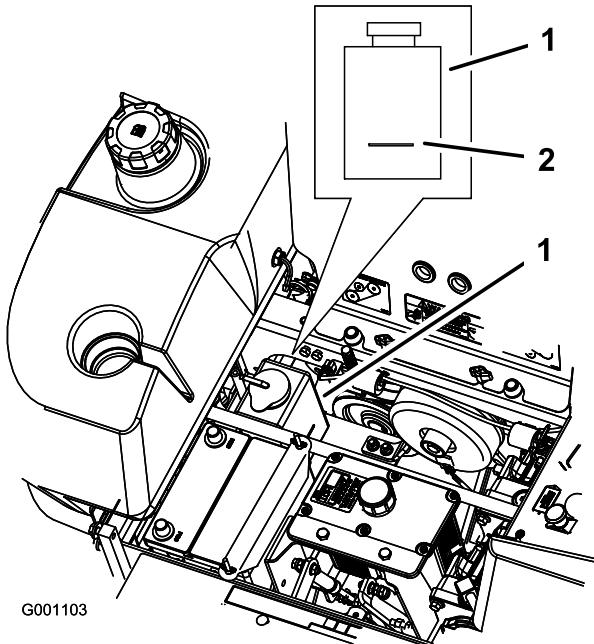

Figura 54
3. Con el motor frío, compruebe el nivel del depósito de expansión. El nivel de líquido debe llegar a la línea en relieve en el exterior del depósito de expansión (Figura 54).
4. Si el nivel de refrigerante es bajo, añada una mezcla al 50% de anticongelante de larga vida/Dex-Cool® y agua al depósito de expansión (Figura 54).
5. Añada la mezcla al 50% de refrigerante al depósito de expansión y llénelo hasta la línea marcada en el depósito (Figura 54).